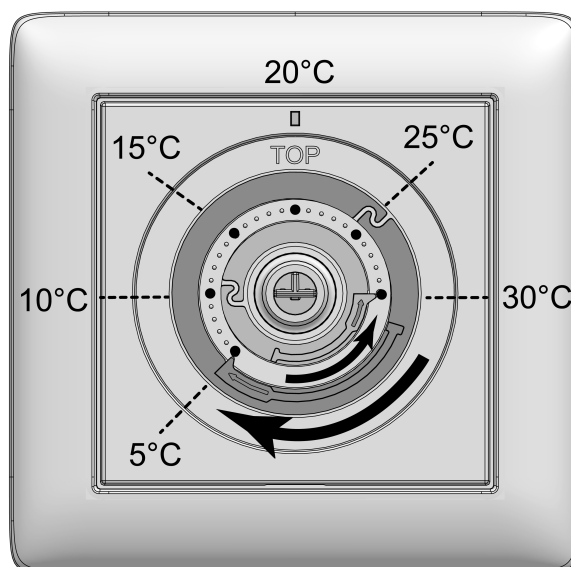

рисунок 4: Установочные кольца для ограничения температуры
В среднем положении прибор регулирует заданную температуру до ок. 20 °С. Достигнутая температура помещения зависит от места монтажа прибора и условий эксплуатации. Минимальная заданная температура составляет ок. 5 °С, а максимальная заданная температура — ок. 30 °С (см. рисунок 4).
- Отожмите кнопку (5) управления на центральной плате (4), чтобы увидеть установочные кольца (7) (см. рисунок 4). Отображенные значения температуры на рисунке являются ориентировочными.